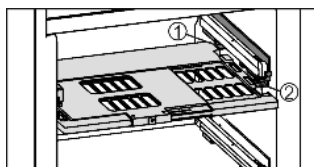

Fig. 11
- ▶ Vložení police s regulací vlhkosti: Výstupky víka police zespod zaveďte do zadních držáků Fig. 11 (1) a vpředu zaklesněte do držáku Fig. 11 (2).